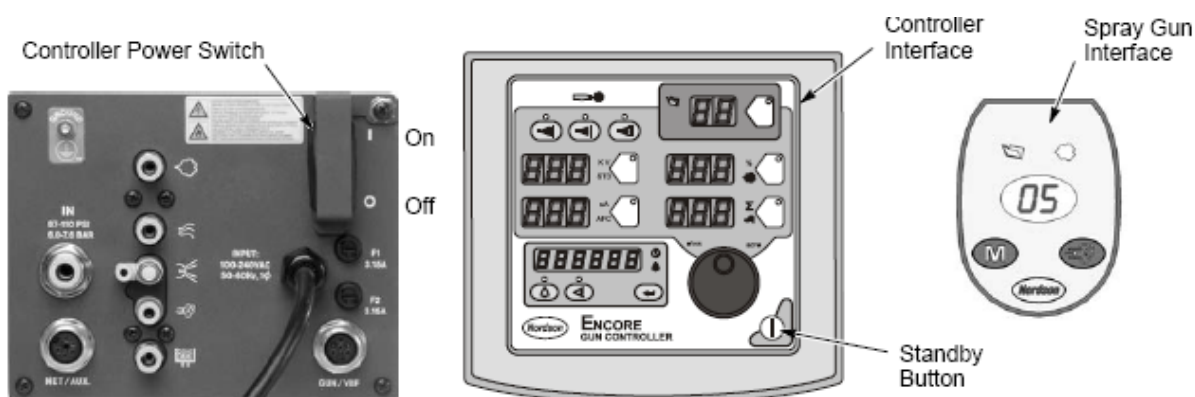

图 3-1 系统控制器
4. 如图 3-1 所示。先确保喷枪未被触发，随后接通控制器电源。控制器与喷枪界面将发光显示有关参数与图标。
在停产期间，使用图 3-1 所示**备用按钮**关闭界面，禁用喷枪。控制器界面关闭后，喷枪无法被触发，喷枪界面将被禁用。